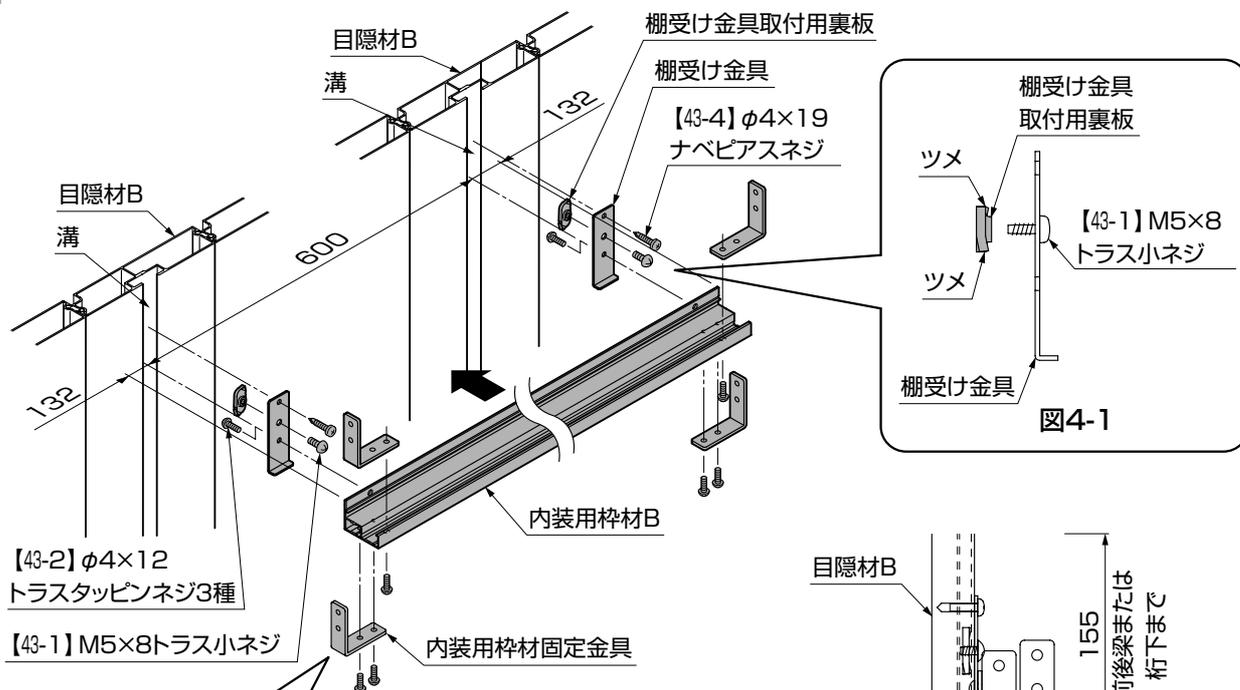

図4-1
- 棚受け金具取付用裏板には表裏があります。角部にツメが立っている側を棚受け金具側に向けてください。(図4-1参照)
- ② 内装用枠材Bに内装用枠材固定金具を【43-2】で取付けてください。